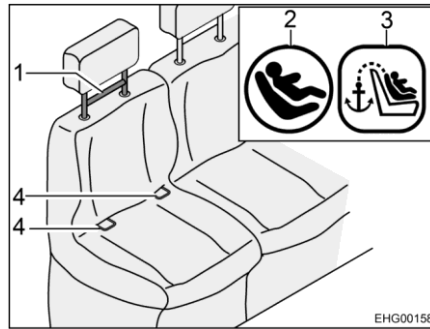
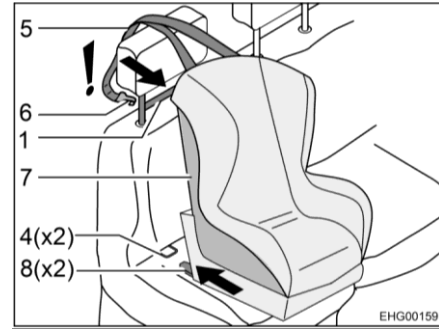

Fig. 6 Asiento con Isofix
Fig. 7 Fijación con Isofix
Los asientos del vehículo apropiados para Isofix tienen el símbolo Isofix (Fig. 6,2). La situación del Top Tether también está marcada con un símbolo (Fig. 6,3).
- Encajar los brazos de enganche (Fig. 7,8) en los puntos de anclaje (Fig. 6,4). En esto, se deberá oír un clic distintivo.
- Con un fuerte tirón verificar que el asiento infantil (Fig. 7,7) esté firmemente fijado.
- Pasar la correa Top Tether (Fig. 7,5) sobre el reposacabezas del asiento del vehículo.
- Enganchar el gancho de fijación (Fig. 7,6) en el Top Tether (Fig. 6,1).